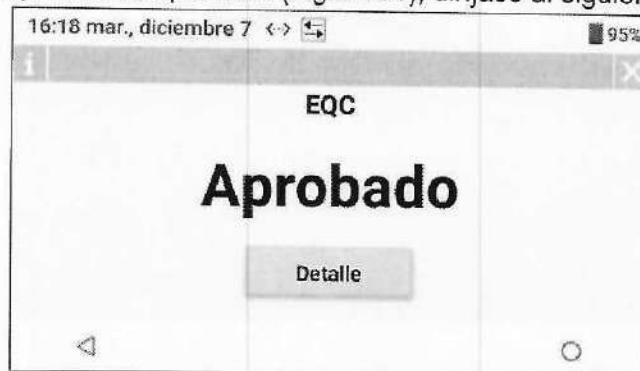

Figura 61: Resultado del análisis de EQC – Aprobado
- **Aprobado:** si la prueba es aprobada (Figura 61), dirijase al siguiente paso.